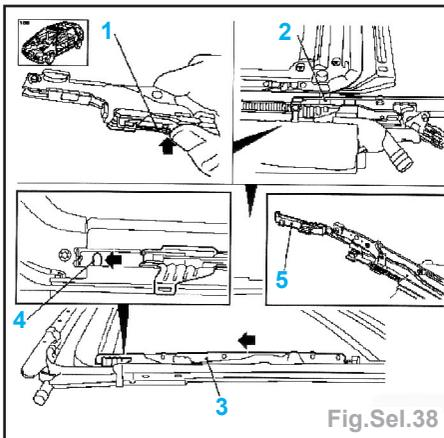

Fig.Sel.38
- Reposer le mécanisme de guidage, pousser le levier d'encrètement (1) du guidage à l'avant et insérer le guidage à l'avant (2) dans l'unité de commande (Fig.Sel.38).